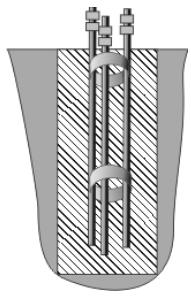

Рис.10.4
10.3.3 Установить вертикально (по отвесу) в углубления опоры ОСТ-1, оставляя на поверхности земли крепежную часть и залить углубление бетоном или раствором в соответствии с рис.10.4.